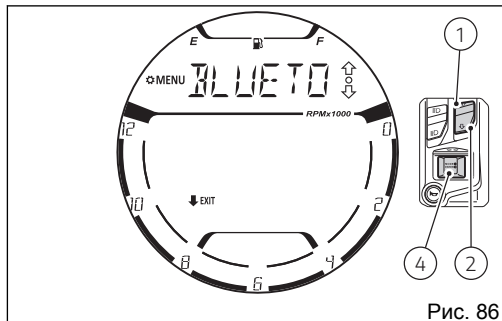

Рис. 86
При входе на страницу функции (Рис. 86) посредством кнопки (1) и кнопки (2) выберите из списка устройство, которое необходимо удалить, а после этого нажмите на кнопку (4) для удаления.